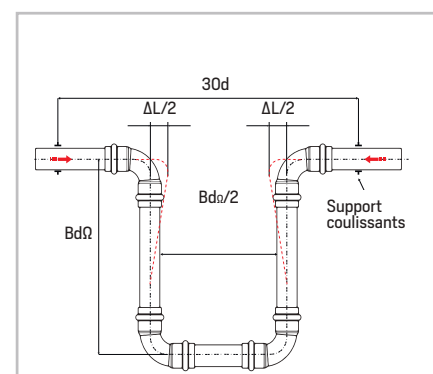

Figure 35 - Coude en forme de  $Bd\Omega = Bd / 1,8$
**Formule de calcul courbe U (figure 35)**